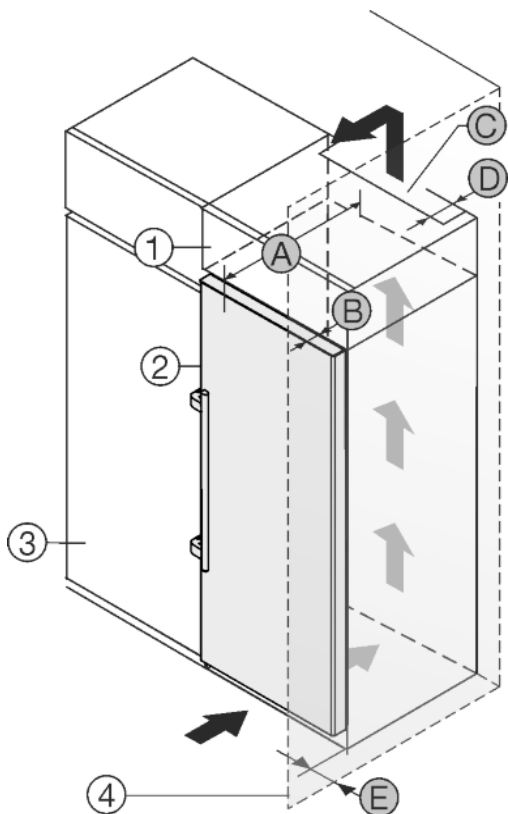

Fig. 19
Пристрій можна комбінувати з кухонними шафами. Для того, щоб пристрій Fig. 19 (2) вирівняти по висоті кухонної секції, на пристрій можна встановити антресольну секцію Fig. 19 (1).
Пристрій можна встановлювати безпосередньо поряд з кухонною шафою Fig. 19 (3). Для повного відкриття дверей пристрій повинен виступати на глибину Fig. 19 (B) відносно передньої панелі кухонної шафи. Залежно від глибини кухонних шаф та використання пристінних розпірок пристрій можна встановити так, щоб він виступав вперед.
- Задня сторона антресольної шафи повинна мати вентиляційний канал глибиною Fig. 19 (D) вздовж всієї ширини шафи.
- Під стелею приміщення слід дотримуватися поперечного перерізу вентиляційного відведення повітря Fig. 19 (C).
Якщо пристрій з шарнірами встановлюється поряд зі стінкою Fig. 19 (4), то між пристроєм та стінкою слід дотримуватися відстані Fig. 19 (E). Це відповідає виступу ручки при відкритих дверцятах.